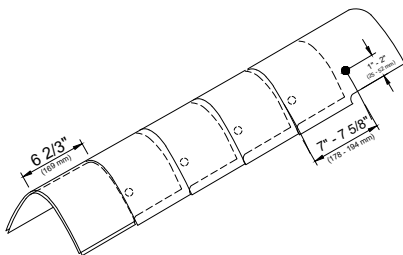

Figura 3
- Para las Tejas de cumbrera Seal-A-Ridge®, 7" – 7 5/8" (178 - 194 mm) hacia atrás desde el extremo expuesto y 1"-2" (25 - 51 mm) hacia arriba desde el borde (vea la Figura 3).